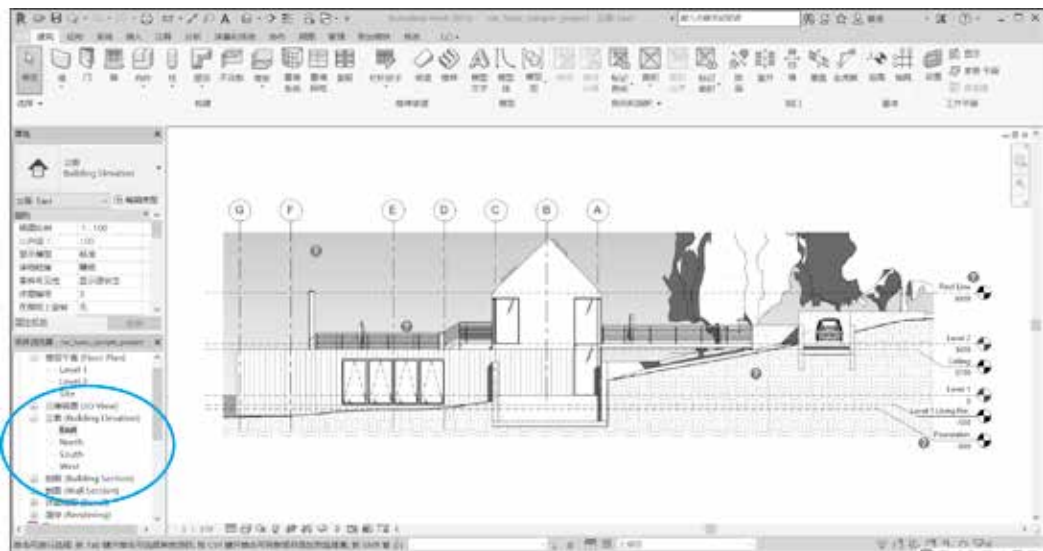

图 1.2.4 立面视图
(3) 如图 1.2.4 所示，双击“项目浏览器”中的“立面”→ East/North/South/West，可分别浏览项目的东、北、南、西立面视图。与 AutoCAD 软件相同，向上滚动鼠标滚轮可放大显示视图，向下滚动鼠标滚轮可缩小显示视图，按住鼠标滚轮不放可上、下、左、右平移视图。